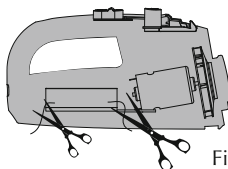

Fig. 16
2. separare i due cavi di alimentazione; rimuovere il blocco delle celle (fig. 16).